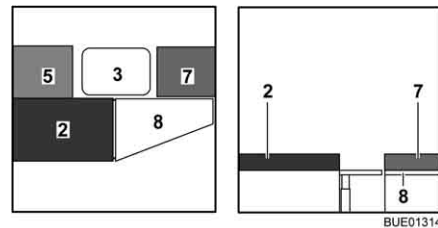

Fig. 140 Durante la trasformazione
- Agganciare l'allargamento letto (Fig. 140,8) negli alloggiamenti sulle casapanche.